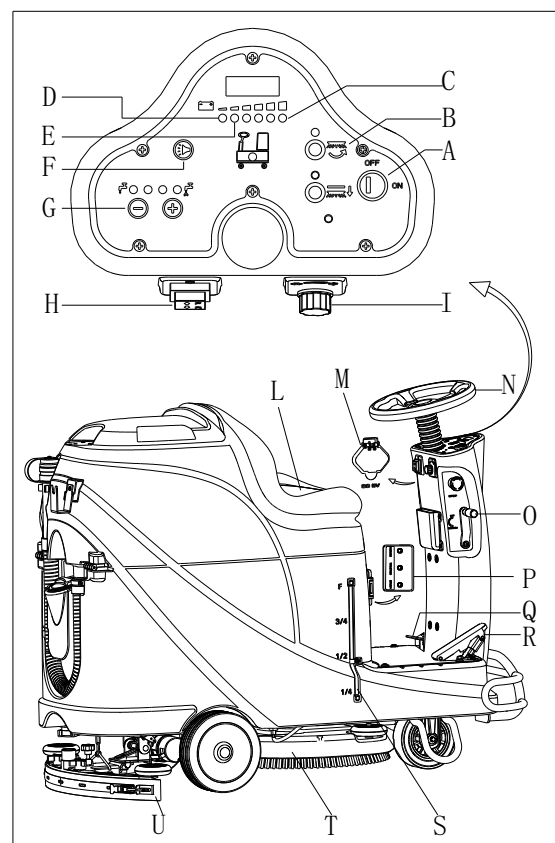

Figura 10
2. Așezați-vă pe scaun (L, Figura 10), inserați cheia (A) și rotiți-o la poziția "ON". Dacă se aprinde indicatorul verde (C) bateria este complet încărcată și gata de utilizare. Dacă indicatorul galben (E) sau cel roșu (D) se aprind, bateriile trebuie încărcate înainte de punerea în funcțiune. [Consultați capitolul MENTENANȚĂ pentru încărcarea bateriei]
11. Eliberați pedala de accelerație (R, Figura 10), mașina se va opri din deplasare.
12. Apăsați butonul periei (B) pentru a opri motorul periei.
13. Ridicați ansamblul periei (T) prin depresarea pedalei (Q).
14. Ridicați ansamblul mop (U) cu ajutorul pârghiei de ridicare/ coborâre ansamblu aspiratie (O), și după câteva secunde se va opri sistemul de aspirare.